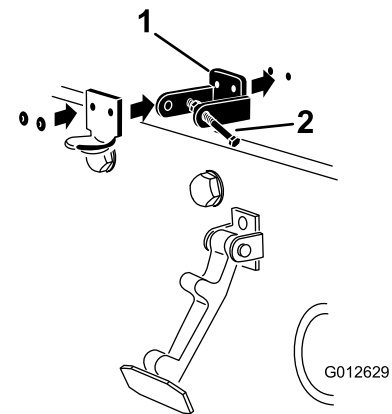

図 7
3. CE 用ロックブラケットとフードラッチブラケットの取り付け穴をそろえて、フードの上に位置決めする。ロックブラケットをフードに当てて取り付ける (図 7)。ロックブラケットアームからボルト&ナットアセンブリを外してしまわないこと。
5. ブラケットとワッシャをフードにリベットで固定する (図 7)。